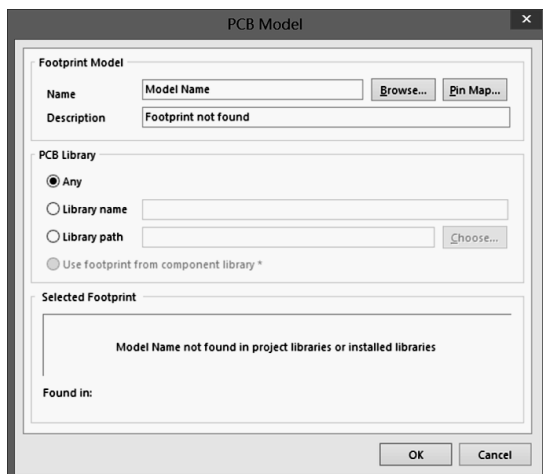
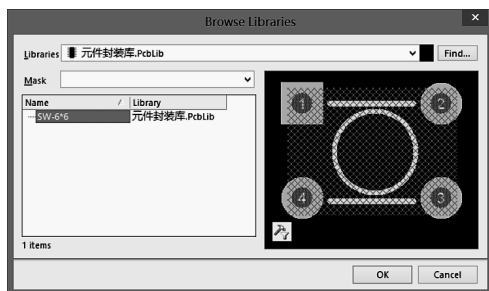

图 9-7-16 PCB Model 对话框
图 9-7-17 选择 SW-6*6 封装
② 如图 9-7-16 所示，在弹出的 PCB Model 对话框中单击【Browse】按钮，弹出如图 9-7-17 所示的 Browse Libraries 对话框，在 Name 下选择 SW-6*6 封装，单击【OK】按钮。